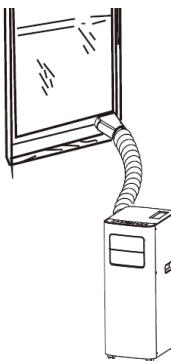

Abb. 5
- Installation des Abluftschlauchs mit einem Mauerdurchbruch: Bitte Bohren Sie ein Loch in eine Außenwand. Bitte achten Sie darauf, dass die MIN/MAX-Maße für die Lochgröße und deren Position eingehalten werden (siehe Abb.5 und 6).